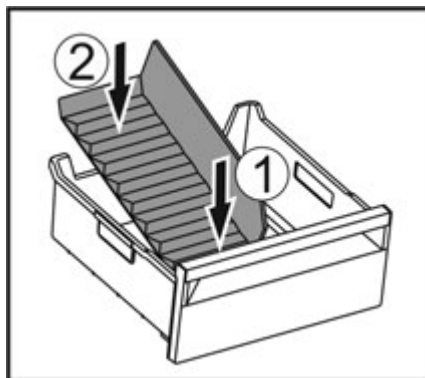

Fig. 55
- ▶ Вставити передню частину перегородки відділення для льоду. Fig. 55 (1)
- ▶ Опустити задню частину перегородки відділення до дна ящика для кубиків льоду. Fig. 55 (2)